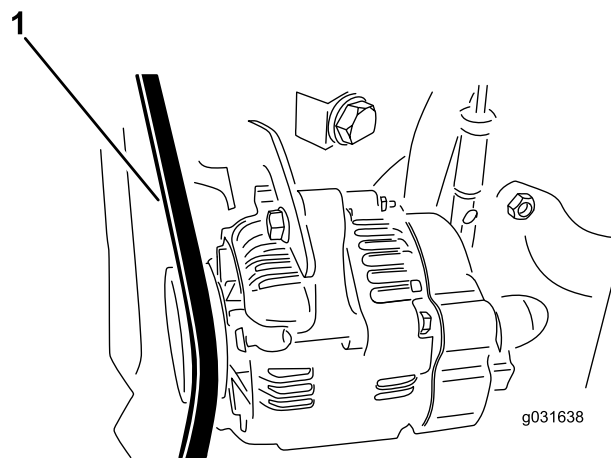

Figure 59
2. Appliquez une force de 30 N sur la courroie d'alternateur à mi-chemin entre les poulies (Figure 59).